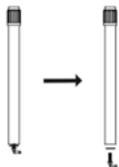

Рис. 1
4. Открутите 7-образный болт от основания опоры (20). Рис. 1.